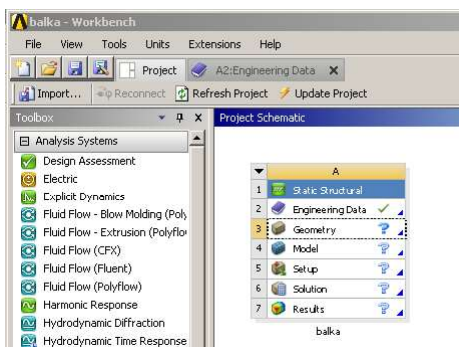

Рис.3
2. Выбор Engineering Data. Шаг 1. Двойным щелчком (ЛКМ) по строке Engineering Data в Project Schematic :A Static Structural открываем Engineering Data (рис.3).